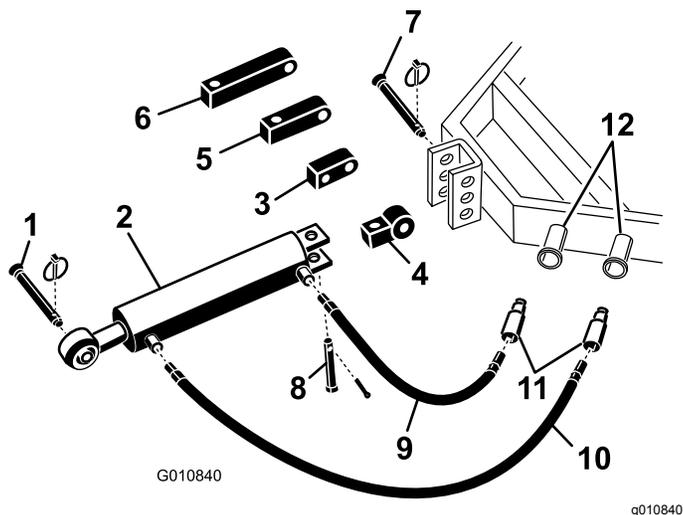

Bild 5
1. Befestigen Sie das Verbindungslenkerende des hydraulischen Oberlenkers mit den mitgelieferten Stiften an der Zugmaschine (Bild 5).
Hinweis: Wenn Sie den Hydraulikzylinder mit den Anschlüssen nach oben positionieren müssen, ändern Sie die Zylinderposition mit einem Drehblock statt des normalen Befestigungsblocks (Bild 5). Sie können einen 90°-Hydraulikanschluss anstatt eines Drehblocks verwenden (90°-Anschlüsse sind nicht im Lieferumfang enthalten).
- A. Entfernen Sie den Splint und Stift, mit denen der Standardverbindungslenker am Zylinder befestigt ist (Bild 5). Nehmen Sie den Verbindungslenker vom Zylinder ab.
- B. Montieren Sie den Drehblock mit den vorher entfernten Stiften am Zylinder (Bild 5).
2. Verbinden Sie den langen Hydraulikschlauch (106 cm) mit dem Anschluss am hydraulischen Oberlenker, der dem Aerifizierer am nächsten ist Bild 5. Wickeln Sie Gewindeband um das Schlauchgewinde oder tragen Sie Gewindedichtmittel auf, um undichte Stellen zu vermeiden.
3. Verbinden Sie den kurzen Hydraulikschlauch (76 cm) mit dem Anschluss am hydraulischen Oberlenker, der der Zugmaschine am nächsten ist Bild 5. Wickeln Sie Gewindeband um das Schlauchgewinde oder tragen Sie Gewindedichtmittel auf, um undichte Stellen zu vermeiden.
Wenn der Hydraulikzylinder die Befestigungshalterung am Aerifizierer nicht berührt, verwenden Sie statt des normalen Befestigungsblocks einen Verlängerungsblock, um den Zylinder an der Zugmaschine zu befestigen (Bild 5).
- Entfernen Sie den Splint und Stift, mit denen der Standardverbindungslenker am Zylinder befestigt ist (Bild 5). Nehmen Sie den Verbindungslenker vom Zylinder ab.
- Montieren Sie den Verlängerungsblock mit der gewünschten Länge mit den vorher entfernten Stiften am Zylinder (Bild 5).